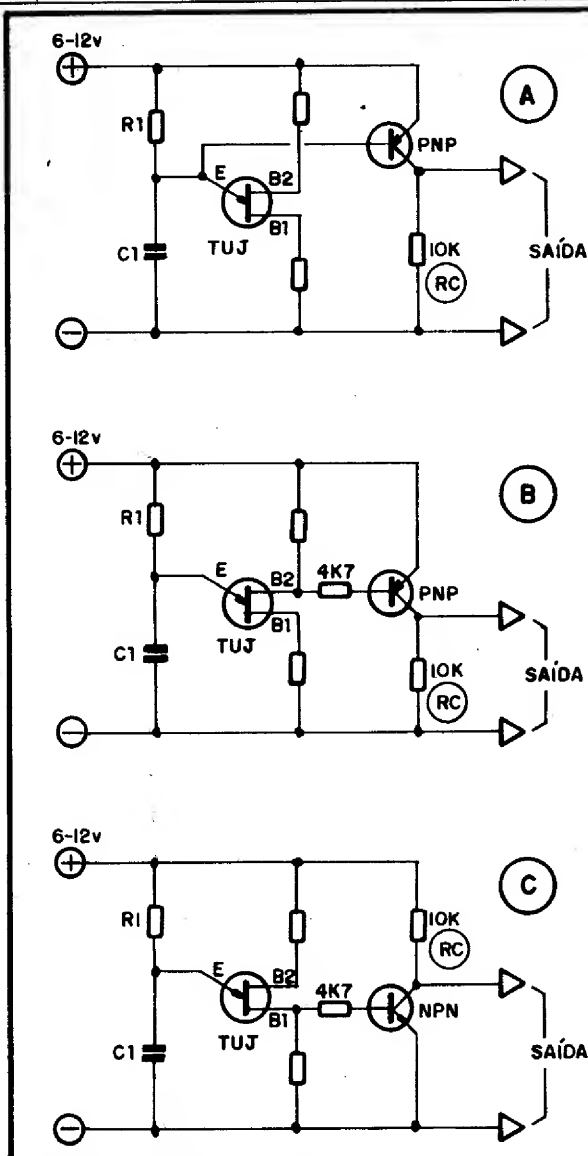

Fig. 7
- **FIG. 7** - Se precisarmos (como frequentemente ocorre...) de níveis mais "bravos", ou mais "definidos", de Tensão ou Corrente, podemos facilmente "ajudar" o TUI através da posterior amplificação dos sinais gerados, função que "cai como uma luva" para os Transistores Bipolares comuns...! Assim, a figura 7, nos seus itens A, B e C mostra, respectivamente, arranjos para a "recolha amplificada" do sinal no emissor do TUI, na base 2 e na base 1 do dito cujo... Notem os valores (típicos) dos componentes (resistores) de acoplamento e polarização, bem como os pontos finais de Saída dos sinais já amplificados. Observem também que, se pretendermos uma manifestação de CORRENTE amplificada, podemos, em qualquer dos casos, substituir o próprio Resistor de Coletor (RC) dos Transistores Bipolares, por cargas finais capazes de "usar" os tais pulsos de corrente gerados...!